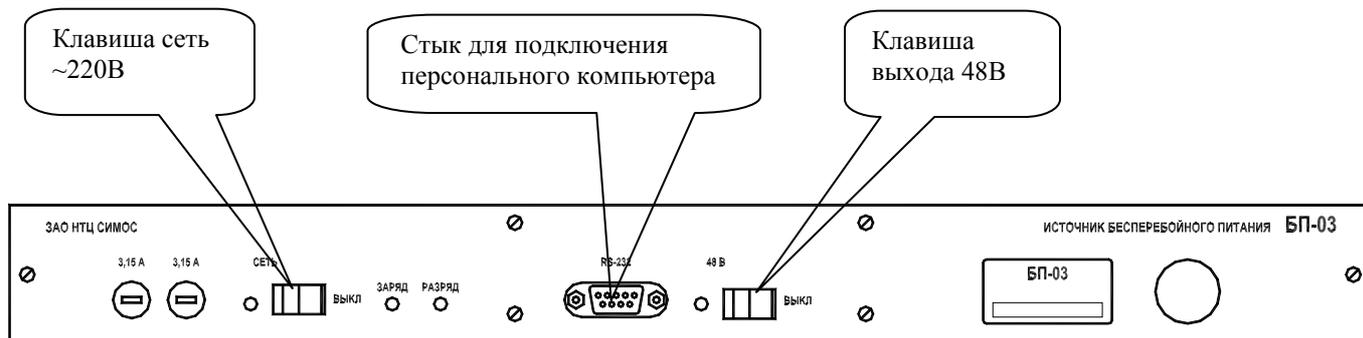

Рис. 1 Внешний вид передней панели блока
4.1. Внешний вид лицевой панели блока приведен на Рис. 1.
5.2.3. Подключите аккумуляторную батарею к разъему «БАТАРЕЯ», расположенному на лицевой панели блока, с помощью шнура из КМЧ ( белый “+”, черный “-“ ) см. рис. 1. Соедините аккумуляторы в батарею с помощью 3 шин в КМЧ. Должен загореться красный индикатор «РАЗРЯД» на передней панели блока.